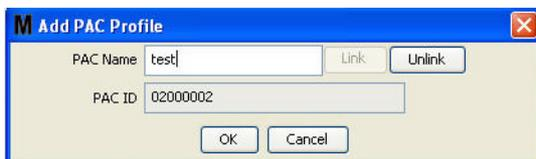

ABB. 115
5. Die Pumpenluftsteuerung-ID-Nummer wird im Feld „Pumpenluftsteuerung-ID“ angezeigt (ABB. 115). Klicken Sie auf „OK“, um das Fenster zu schließen und die Änderungen zu speichern.
Beachten Sie, dass die Schaltfläche „Verknüpfen“ aus ABB. 115 nicht mehr aktiv ist; stattdessen ist nun die Schaltfläche „Verknüpfung aufheben“ aktiv. Durch Klicken der Schaltfläche „Verknüpfung aufheben“ wird die Verknüpfung zwischen der Pumpenluftsteuerung und dem Matrix-PC aufgehoben.